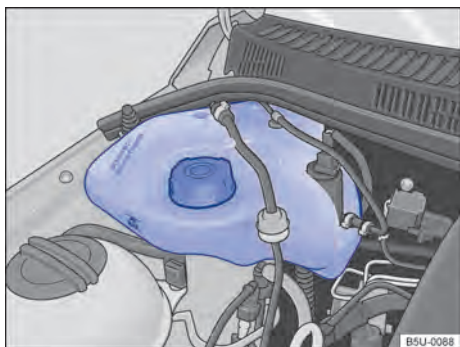

Fig. 200 No compartimento do motor: reservatório de gasolina para o sistema de partida a frio.
O reservatório de gasolina do sistema de partida a frio encontra-se no compartimento do motor, no lado direito → Fig. 200.
- Nunca ultrapassar a marca "MAX" indicada no reservatório → Fig. 200.